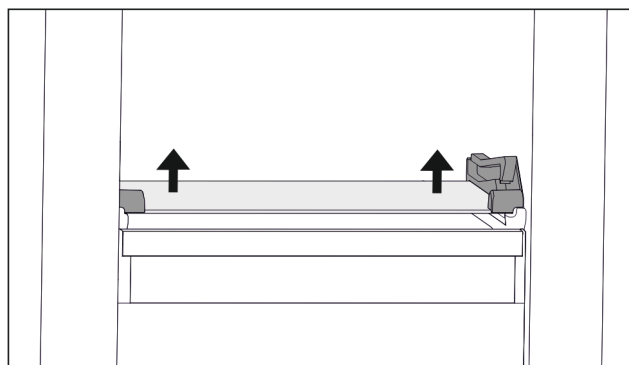

Fig. 70 Den nedklappelige skuffes glasplade
- ▶ Tryk glaspladen op nedefra i begge sider. (se Fig. 70)